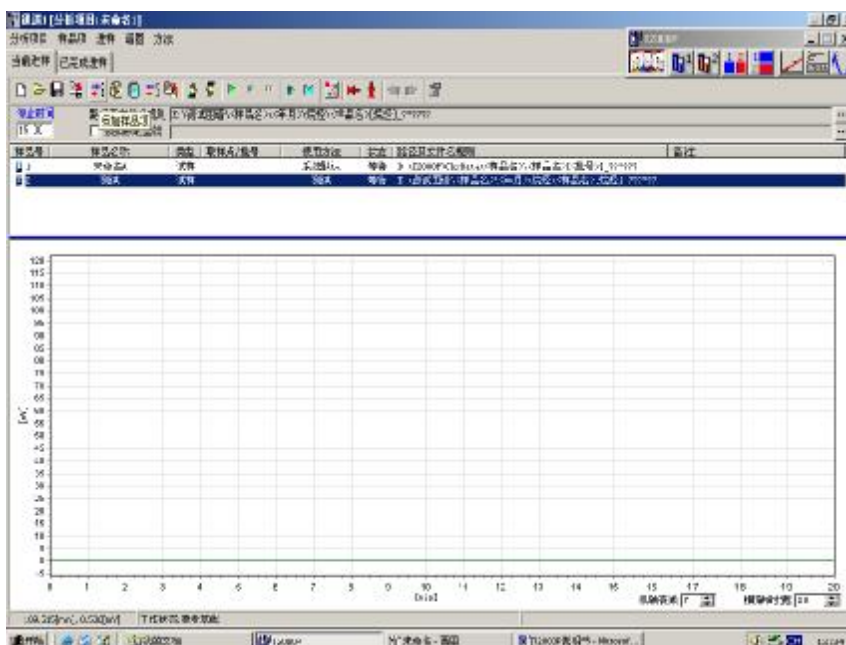

图 3-28
(2) 完成了样品项的设置，并将该样品项加入到当前的分析项目表后就可以对您的样品进行实时采样了。首先在分析项目表中选中与您的样品所对应的样品项。在色谱仪进样的同时点击开始进样按钮或按动遥控开关系统开始实时采样，如图 3-28 所示。